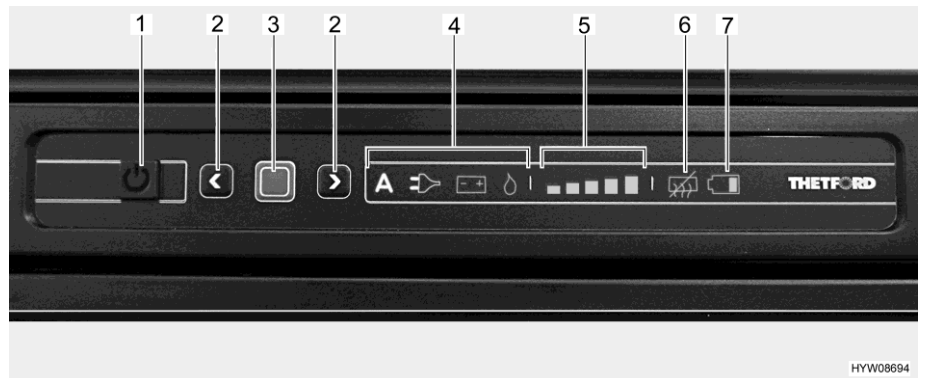

Bild 242 LED-Bedienfeld (Kühlschrank Thetford)
- Taste Ein/Aus (Bild 242,1) 1 Sekunde lang drücken. Die Taste leuchtet grün auf. Nach ca. 10 Sekunden wird die Anzeige aus Energiespargründen gedimmt.
- Bestätigungstaste (Bild 242,3) drücken. Die zuletzt gewählte Betriebsart wird angezeigt.
- Bestätigungstaste (Bild 242,3) ca. 2 Sekunden lang drücken. Die Betriebsartensymbole blinken.
- Manuelle Energiewahl: Mit den Pfeiltasten (Bild 242,2) die gewünschte Energiequelle auswählen.
- Automatische Energiewahl (nur bei Ausführung mit automatischer Energiewahl): Mit den Pfeiltasten (Bild 242,2) die Betriebsart "A" auswählen.
- Auswahl mit Bestätigungstaste (Bild 242,3) bestätigen.
- Bestätigungstaste (Bild 242,3) erneut drücken. Die Kühlstufen-Anzeige (Bild 242,5) blinkt.
- Zum Ändern der Einstellung die Pfeiltasten (Bild 242,2) drücken, bis die gewünschte Einstellung angezeigt wird.
- Taste Ein/Aus (Bild 242,1) etwa 2 Sekunden lang drücken. Alle Leuchten erlöschen. Der Kühlschrank ist abgeschaltet.
Kühltemperatur-Regelung Nach dem Einschalten wählt der Kühlschrank automatisch die zuletzt gewählte Thermostat-Einstellung. Diese Einstellung kann manuell mit den Pfeiltasten (Bild 242,2) nachgeregelt werden. Es dauert einige Stunden, bis der Kühlschrank die normale Betriebstemperatur erreicht hat. Beim Umschalten auf eine andere Betriebsart wird die Thermostat-Einstellung beibehalten.